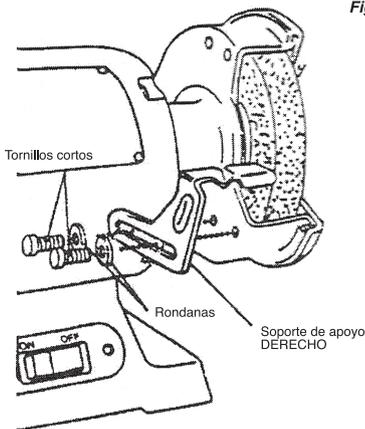

Figura 1
Desempaque los soportes de trabajo de la parte inferior del empaque e instálelas en las guardas de las ruedas para esmeril como se muestra en la figura. Use los tornillos y las arandelas provistos para colocarlas como se muestra en la Figura 1
**Nota:** Los soportes de trabajo son uno para el lado izquierdo y otro para el derecho. Guíese por la Figura 1 para asegurarse que se coloquen correctamente.